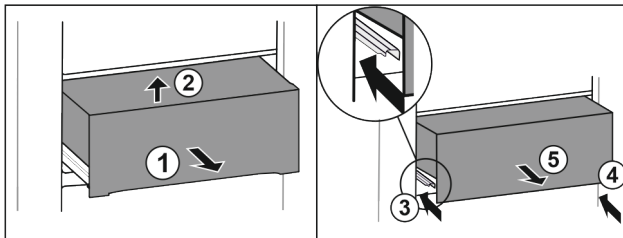

Fig. 28
- ▶ Schubfach halb herausziehen Fig. 28 (1).
- ▶ Vorne anheben Fig. 28 (2).
- ▶ Linke Schiene einschieben Fig. 28 (3).
- ▶ Rechte Schiene einschieben Fig. 28 (4).
- ▶ Schubfach nach vorne entnehmen Fig. 28 (5).